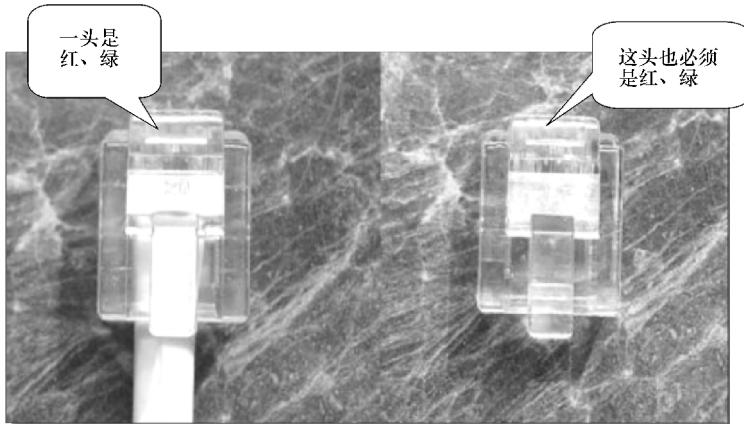

图 4-63 剥线
3) 将割断的绝缘层抽出，露出电话线的红、绿 2 根线芯，如图 4-63 所示。电话线与 RJ - 11 水晶头连接时不区分颜色顺序，但必须确保同一根电话线的两端线序相同。